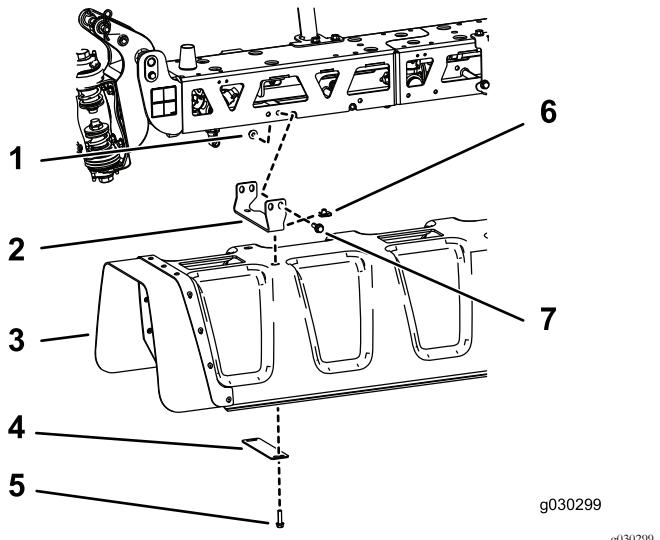

Figura 9
1. Installate la copertura centrale sulla staffa, utilizzando 8 dadi a U, 4 rondelle piatte e 8 bulloni a testa esagonale (5/16" x 1 1/4") come mostrato nella Figura 9.
2. Installate le 4 staffe della barra centrale e le piastre di supporto della barra alla barra centrale utilizzando 4 bulloni a testa esagonale (3/8" x 1 1/4") e 4 dadi flangiati (3/8") come mostrato nella Figura 9.